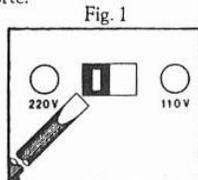

Fig. 1
- Certifique-se de que a chave seletora de voltagem deste aparelho (painel traseiro - lado inferior direito) corresponde à sua voltagem local antes de ligá-lo à tomada de força. Se for diferente, ajuste a chave seletora usando uma chave de fenda. (Ver Fig. 1).